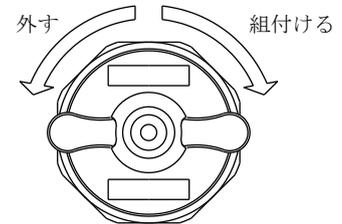
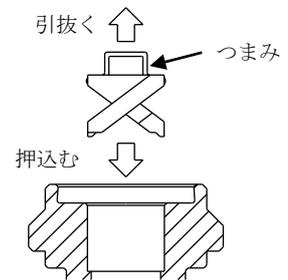

図 1. ひねり方向
図 2. ワーラー脱着手順
- ① ノズルチップを反時計回りに約 60° ひねり(図 1)、アダプターより引抜きます。
- ② パッキンは中に指を入れて、摘むようにして引抜いてください。
- ③ ワーラーのつまみをつかんでワーラーを引抜きます(図 2)。
- ① ワーラーをノズルチップに押し込みます(図 2)。(INJXX、INJXX-Y のみ)
- ③ ノズルチップとアダプターの凹凸を合わせてから押し込み、ノズルチップを時計回りにパチンと音が出るまで約 60° ひねってください(図 1)。